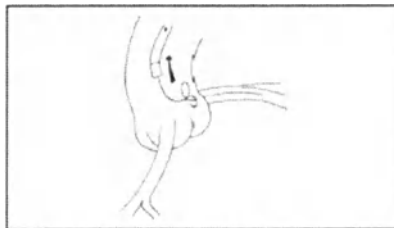

Рисунок 2
**Этап 1.** Немного оттянуть проводниковый катетер до тех пор, пока катетер не выйдет за пределы устья сосуда (см. рисунок 2).